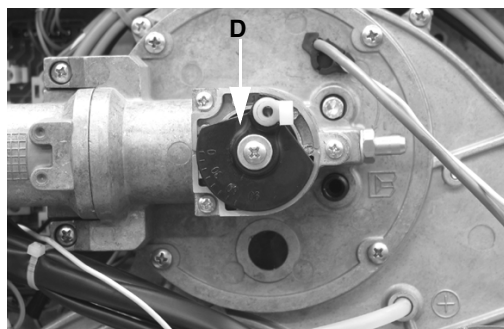

Рис. 25 - Новое положение
- 9 Повернуть диск **D**, который крепит дроссельный клапан, действуя следующим образом Рис. 25.
- 11 Повернуть на 180° диск **D** и закрепить винт **VF** (Рис. 25).